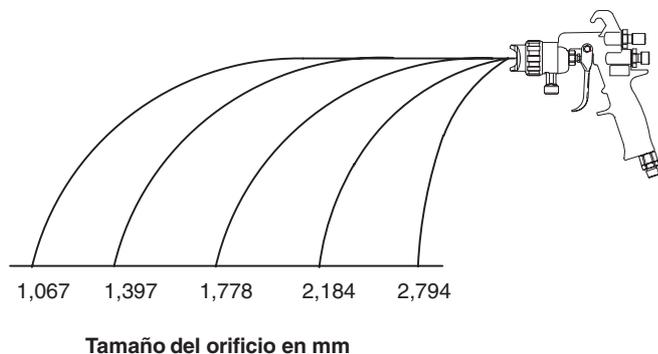

Fig. 10
- J. Si, después de aumentar la presión de suministro de aire a la pistola, la atomización continúa siendo inaceptable, pruebe a instalar una boquilla de fluido de mayor tamaño para reducir la velocidad del fluido. Consulte la Fig. 10. Repita los pasos 6–E a 6–I hasta que obtenga la atomización deseada.